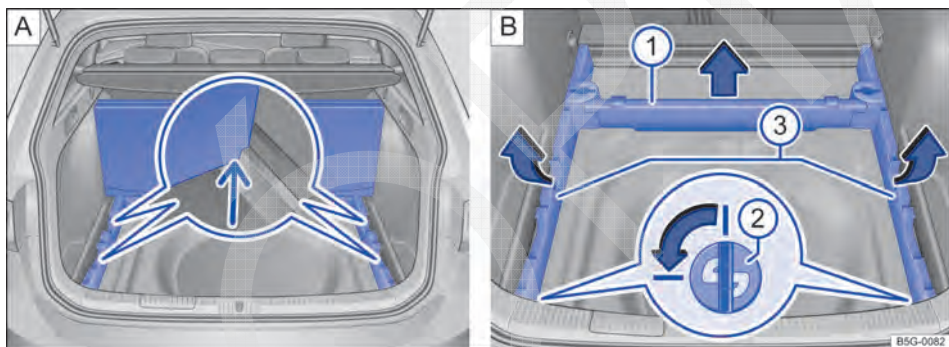

Fig. 190 No compartimento de bagagem: **A** assoalho do compartimento de bagagem levantado, **B** remover os suportes do assoalho do compartimento de bagagem.
- Retirar o suporte dianteiro do assoalho do compartimento de bagagem → Fig. 190 B ① no sentido do seta para cima e guardar fora do compartimento de bagagem.
- Para destravar, girar ambos os suportes de encaixe → Fig. 190 B ② (lupa) em um quarto de giro (90°) no sentido da seta e retirar para cima.
- Levantar ambos os suportes laterais do assoalho do compartimento de bagagem → Fig. 190 B ③ na área traseira no sentido da seta e retirar para trás dos alojamentos dianteiros.
- Guardar com segurando os suportes do assoalho do compartimento de bagagem removidos → Fig. 190 B ①, ③ e os suportes de encaixe → Fig. 190 B ②.
- Travar os cantos externos do segmento traseiro do assoalho do compartimento de bagagem nos ressalto do suporte → Fig. 190 A (lupa, seta).